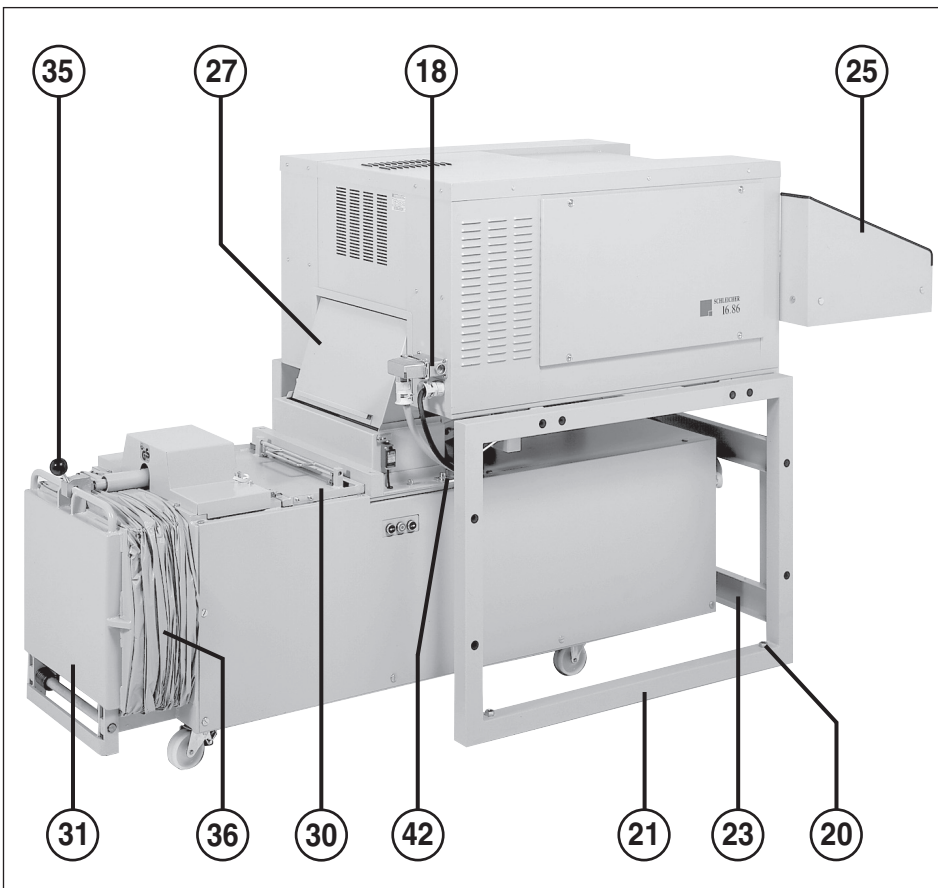

Fig. 2
- 18 = Tomada de corrente (fig. 2 e 4)
- 20 = Parafuso de compensação (fig. 2)